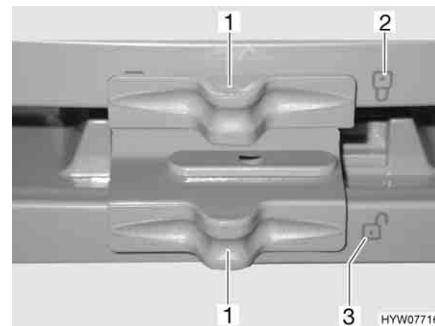

Fig. 156 Bloccaggio della porta del frigorifero/del vano congelatore (serie Dometic 7 con vano congelatore separato)
- Spingere il bloccaggio (Fig. 156,1) di lato in modo che la serratura aperta "🔓" (Fig. 156,3) sia visibile.
- Spingere il bloccaggio (Fig. 156,1) di lato in modo che la serratura aperta "🔓" (Fig. 156,2) sia visibile.